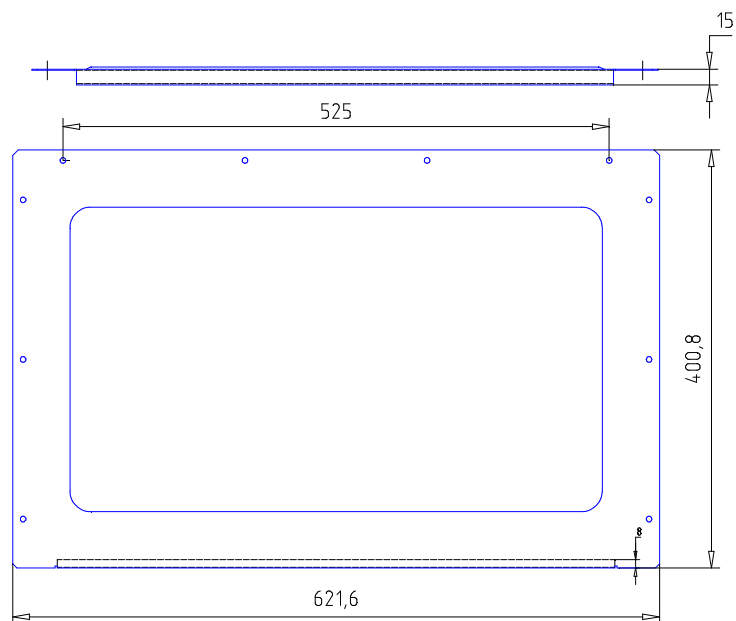
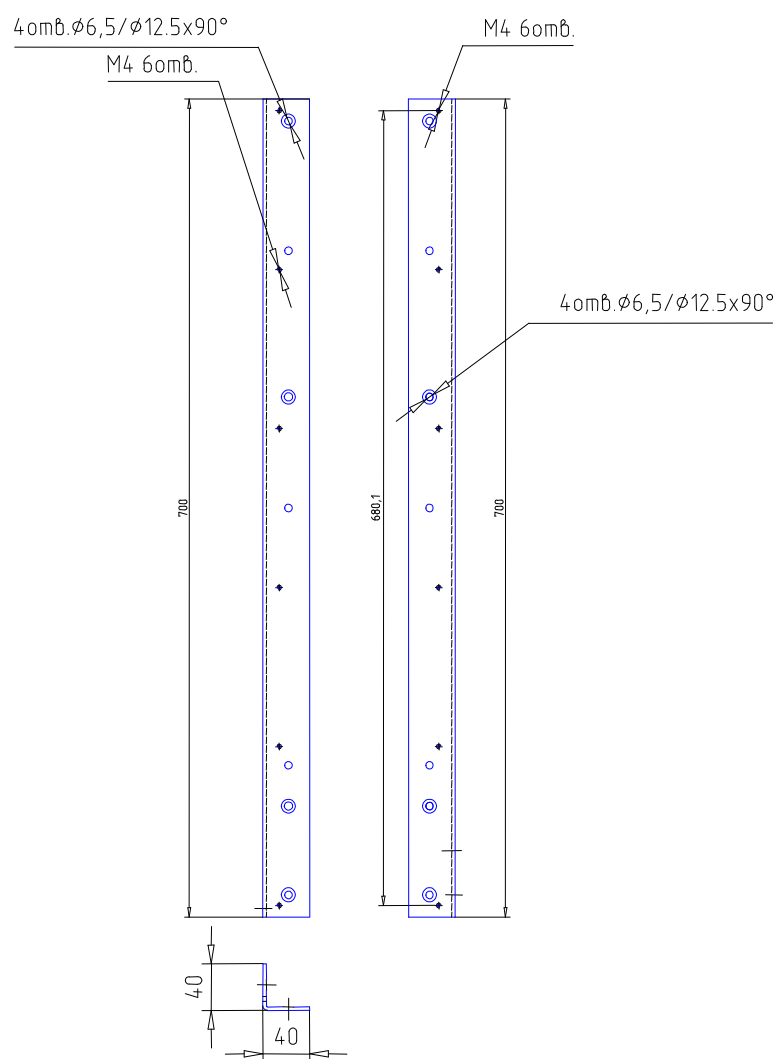
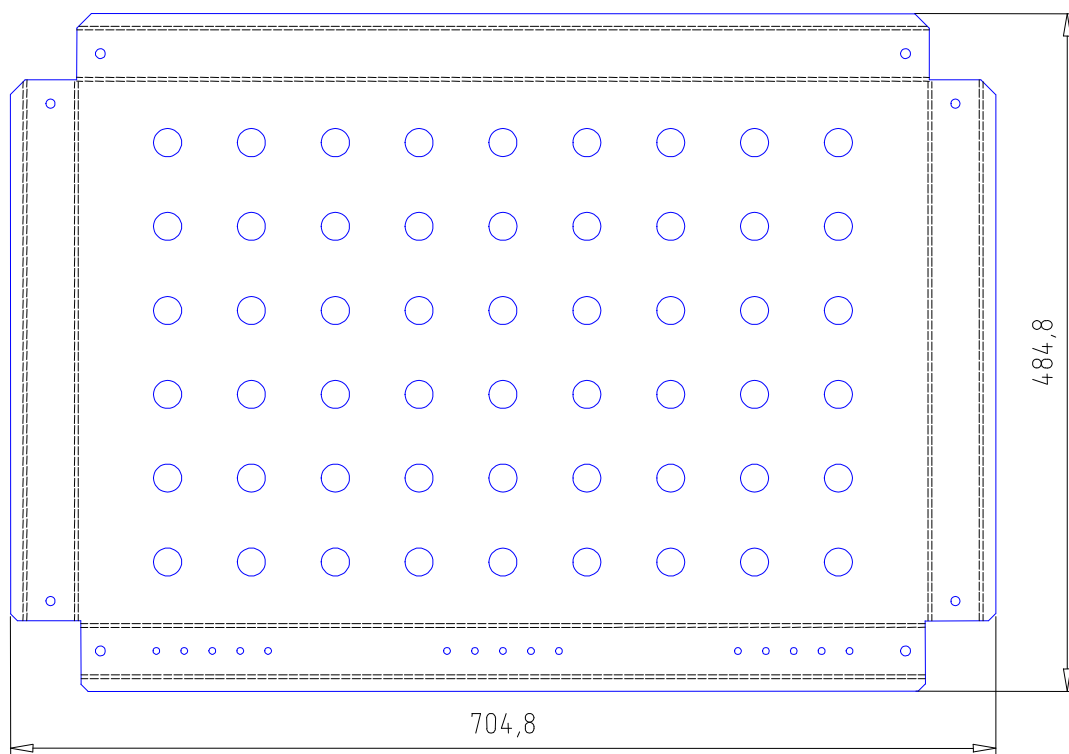

Рисунок 3.1 – Батарейный стеллаж Штиль MBS-02. Крышка верхняя
Рисунок 3.5 – Батарейный стеллаж Штиль MBS-02. Стойка задняя
Рисунок 3.6 – Батарейный стеллаж Штиль MBS-02. Полка
4.2 Соединить винтами М6*16 полки изделия (рисунок 3.6) со стойками задними (рисунок 3.5).
4.3 Соединить винтами М6*16 полки изделия (рисунок 3.6) со стойками передними (рисунок 3.4).
4.6 Закрепить винтами М4*6 верхнюю крышку изделия (рисунок 3.1) на стойках (рисунок 3.5 и 3.6)